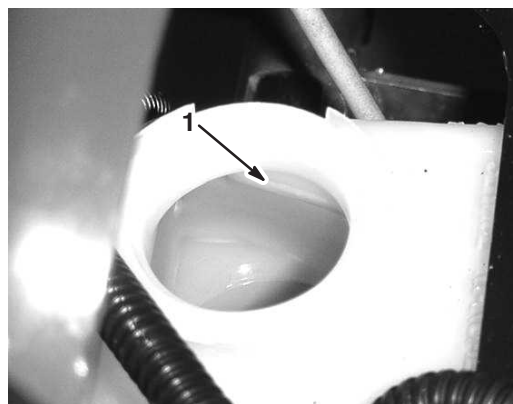

Figure 8
2. Le niveau de liquide doit atteindre le repère maximum (Full) sur le réservoir (Fig. 8).